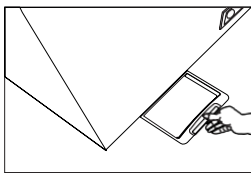

Figura 2
5. Extraiga el tapón de drenaje girándolo. (Figura 2)